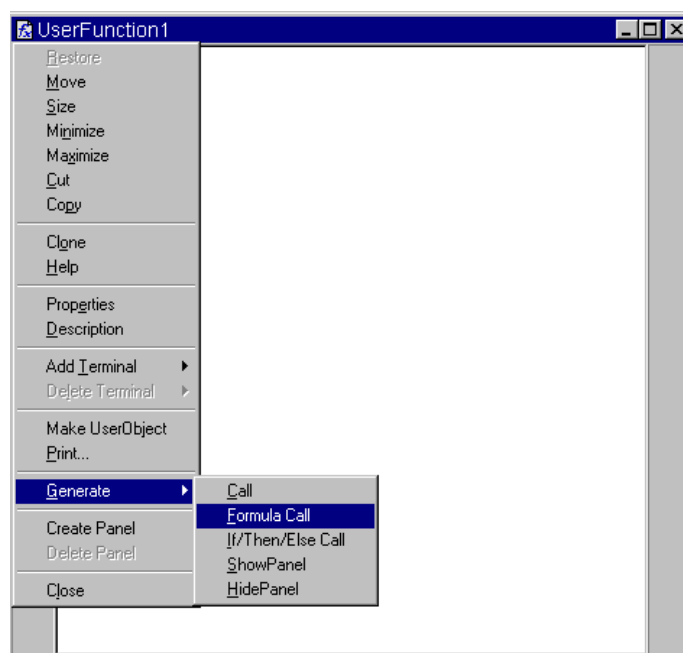

図 7-7. UserFunction の Generate メニュー
2. `UserFunction` `ArrayStats` で、オブジェクト・メニューを選択し、`[Generate]` ⇒ `[Formula Call]` を選択します。図 7-7 は、`UserFunction` のオブジェクト・メニュー内の `[Generate]` メニューを示します。